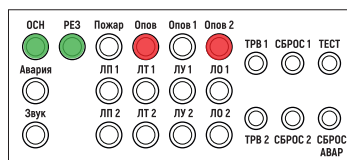

Рис. 40. Пример индикации на двухзональном БРО при воспроизведении тревожного сообщения в зону 1
- на двухзональном блоке речевого оповещения оптические индикаторы «ПИТАНИЕ ОСН», «ПИТАНИЕ РЕЗ», «ОПОВЕЩ» и «ОПОВЕЩ1» и/или «ОПОВЕЩ2» [в зависимости от выбранной зоны] горят ровным свечением, индикатор «ПОЖАР» и индикаторы группы АВАРИЯ выключены (рис. 40).
Во время трансляции оптические индикаторы «ПИТАНИЕ ОСН», «ПИТАНИЕ РЕЗ», индикатор «ОПОВЕЩ» на БРО и БР горят ровным свечением, индикаторы «АВАРИЯ» и «ПОЖАР» (на БРО) выключены. Встроенный звуковой сигнализатор выдает повторяющийся короткий однотональный сигнал (рис. 40, 42).